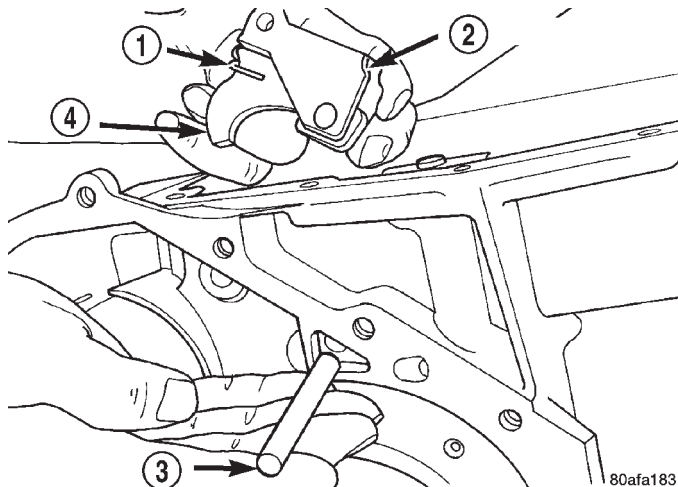

Fig. 86 Eje de pivote y soporte de guía
(7) Instale el soporte de guía en su posición e inserte el eje de pivote (Fig. 86).